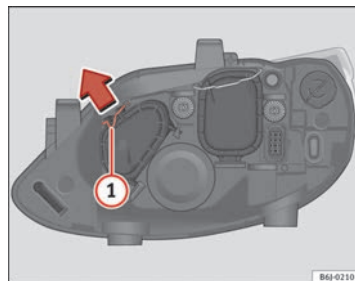

Fig. 148 Luz de posición
- Desplace el tirante ① en el sentido de la flecha y saque la tapa ⇒ fig. 148.